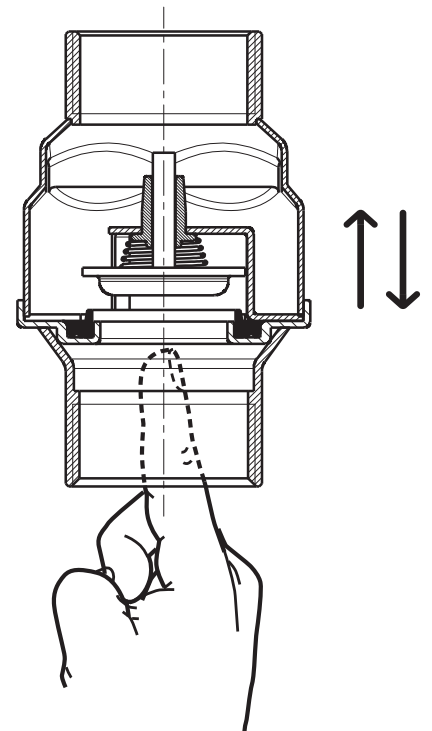

Fig. 1
- Controleer of de klep goed functioneert door de sluiters aan de zuigzijde in de door de pijl die in het kleplichaam aangebracht is aangegeven richting te duwen (fig. 1). De sluiters moet omhoog schuiven en als hij losgelaten wordt moet hij vanzelf weer omlaag gaan. Als dit niet gebeurt moet u controleren of er geen vreemde voorwerpen in de klep zitten en moet u dit nog een keer doen. Als de sluiters niet vrij beweegt mag de klep niet gemonteerd worden.